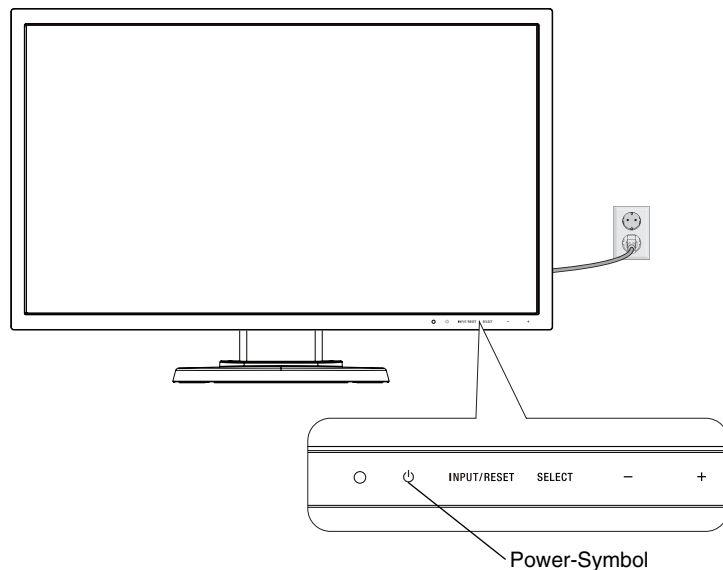

Abbildung E.1
8. Schalten Sie den Computer ein. Schalten Sie anschließend den Monitor mit dem Netzstromsymbol auf der Frontblende (**Abbildung E.1**) ein.